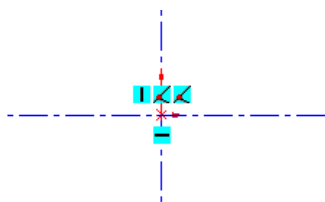

图 2.14.2 绘制中心线
Step1. 选择下拉菜单 **工具(T)** → **草图绘制实体(E)** → **中心线(C)** 命令，在图形区绘制图 2.14.2 所示的无限长的中心线。